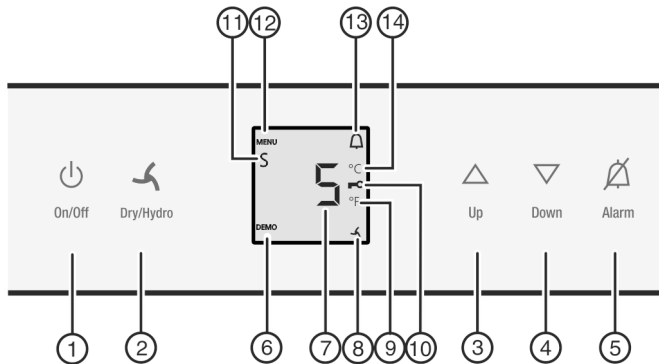

Fig. 2
- Taste On/Off Fig. 2 (1) drücken.
- Einstellmodus aktivieren: Taste Dry/Hydro Fig. 2 (2) für ca. 5 s drücken.
- ▷ Das Symbol Menu Fig. 2 (12) leuchtet.
- Mit Einstelltaste Up Fig. 2 (3)/ Einstelltaste Down Fig. 2 (4) ° wählen.
- Bestätigen: Taste Dry/Hydro Fig. 2 (2) kurz drücken.
- Einstellmodus beenden: Taste On/Off Fig. 2 (1) drücken.
- Einstellmodus aktivieren: Taste Dry/Hydro Fig. 2 (2) ca. 6 s drücken.
- Die Taste Dry/Hydro Fig. 2 (2) kurz drücken, um zu bestätigen.
- Zum Einschalten der Kindersicherung Taste Dry/Hydro Fig. 2 (2) kurz drücken.
- ▷ Das Symbol Kindersicherung Fig. 2 (10) leuchtet. In der Anzeige blinkt **cl**.
- Zum Ausschalten der Kindersicherung Taste Dry/Hydro Fig. 2 (2) kurz drücken.
- ▷ Das Symbol Kindersicherung Fig. 2 (10) erlischt. In der Anzeige blinkt **cl**.
- Einstellmodus deaktivieren: Taste On/Off Fig. 2 (1) drücken.
- Taste Alarm Fig. 2 (5) drücken.
- Einstellmodus aktivieren: Taste Dry/Hydro Fig. 2 (2) ca. 5 s drücken.
- Um die Sabbath Mode Funktion aufzurufen: Taste Dry/Hydro Fig. 2 (2) kurz drücken.
- **Zum Einschalten** des Sabbath Mode Taste Dry/Hydro Fig. 2 (2) kurz drücken.
- **Zum Ausschalten** des Sabbath Mode Taste Dry/Hydro Fig. 2 (2) kurz drücken.
- ▷ In der Temperaturanzeige wird das Symbol Sabbath Mode Fig. 2 (11) angezeigt, solange der Sabbath Mode aktiv ist.